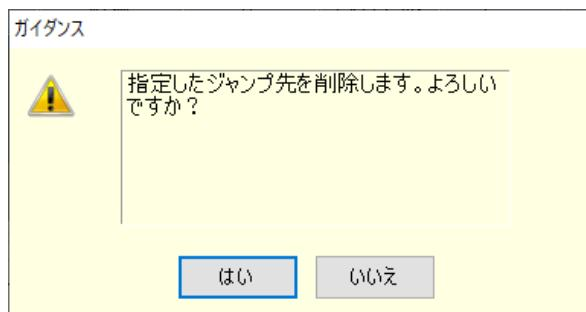

図5-5 ステップ削除の確認ダイアログ
- ジャンプ先又はブランチステップに設定されているステップを削除した場合は、図5-5のダイアログが表示されます。[はい]を選択するとステップが削除され、ジャンプ先又はブランチステップは無効となります。[いいえ]を選択すると、ステップの削除はキャンセルされます。